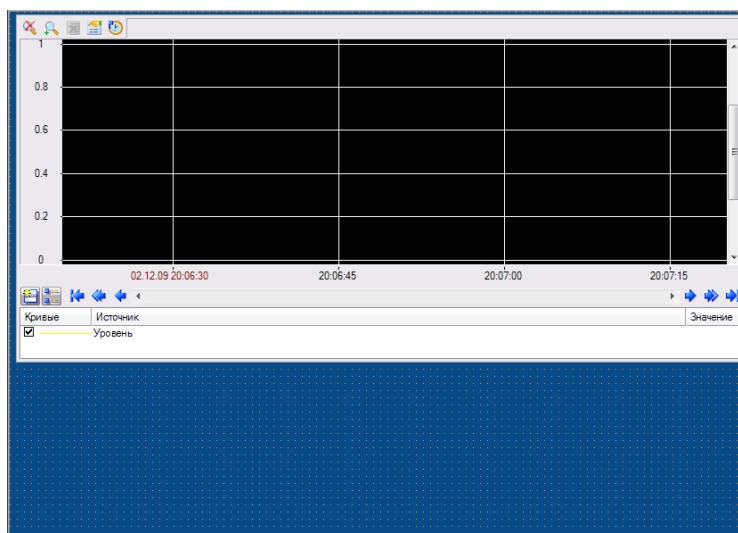

Рис. 3.31 Результат выполнения пунктов 1—5
5. **Создайте тренд, настройте кривую и произведите привязка к созданному каналу .** Пример экрана, созданного при выполнении пунктов 1 — 5 приведен на рис. 3.31